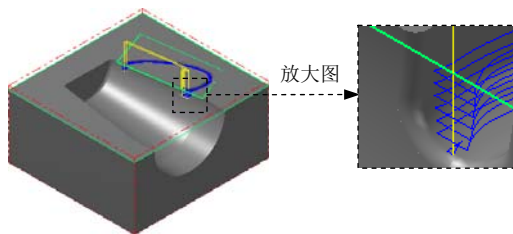

图 21.21 刀具路径
(1) 完成上步操作后，在“曲面残料粗加工”对话框的 **刀具路径参数** 选项卡的列表框中显示出 Step5 所选择的刀具，双击该刀具，系统弹出“定义刀具-机床群组-1”对话框。
(2) 设置刀具号码。在“定义刀具-机床群组-1”对话框的 **刀具号码** 文本框中，将原有的数值改为 3。
(3) 设置刀具参数。单击“定义刀具 - 机床群组-1”对话框中的 **参数** 选项卡，在 **进给率** 文本框中输入值 150.0，在 **下刀速率** 文本框中输入值 100.0，在 **提刀速率** 文本框中输入值 500.0，在 **主轴转速** 文本框中输入值 3000.0。
(4) 设置冷却方式。在 **参数** 选项卡中单击 **Coolant...** 按钮，在系统弹出的“Coolant...”对话框的 **Flood** (切削液) 下拉列表中选择 **On** 选项。单击 **✓** 按钮，关闭“Coolant...”对话框。
(5) 单击“定义刀具-机床群组-1”对话框中的 **✓** 按钮，完成刀具参数的设置。
Step9. 单击“曲面残料粗加工”对话框中的 按钮，同时在图形区生成图 21.21 所示的刀具路径。